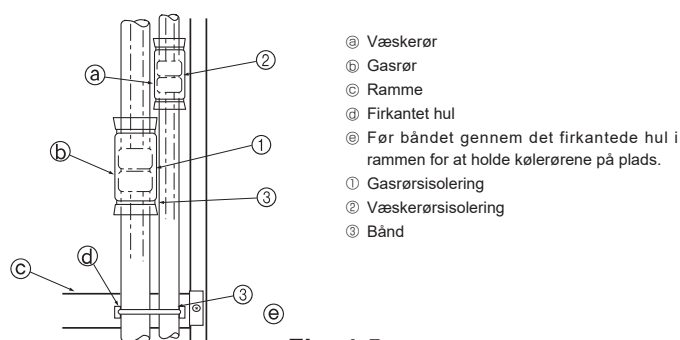

Fig. 4-5
Isoler opkravningssamlingerne ① og ② på gas- og kølerørene fuldstændigt. Hvis en del af samlingerne er synlig, kan kondens dryppe ned derfra. (Fig. 4-5)
- Fastgør gasrørsisoleringen ① og væskerørsisoleringen ② i begge ender, så de ikke glider og ret dem ind efter hinanden.
- Når isoleringen er monteret, bruges et bånd ③ til at fastgøre kølerøret til rammen (under rørsamlingsstedet). Dette forhindrer, at kølerøret løftes op af rammen. (Så længe kølerøret ikke er monteret i rammen, kan gitteret ikke monteres.)